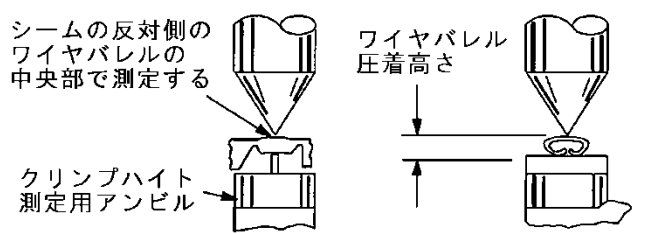

Figure 4
この検査を行なうためには Fig.4 のような測定部のマイクロメータを準備しなければなりません。クリンプハイトマイクロメータとして市販されておりますのでお客様にてご購入の上使用して下さい。
3. クリンプハイトマイクロメータを使用して、Fig.4のようにワイヤバレル部の圧着高さを測定して下さい。